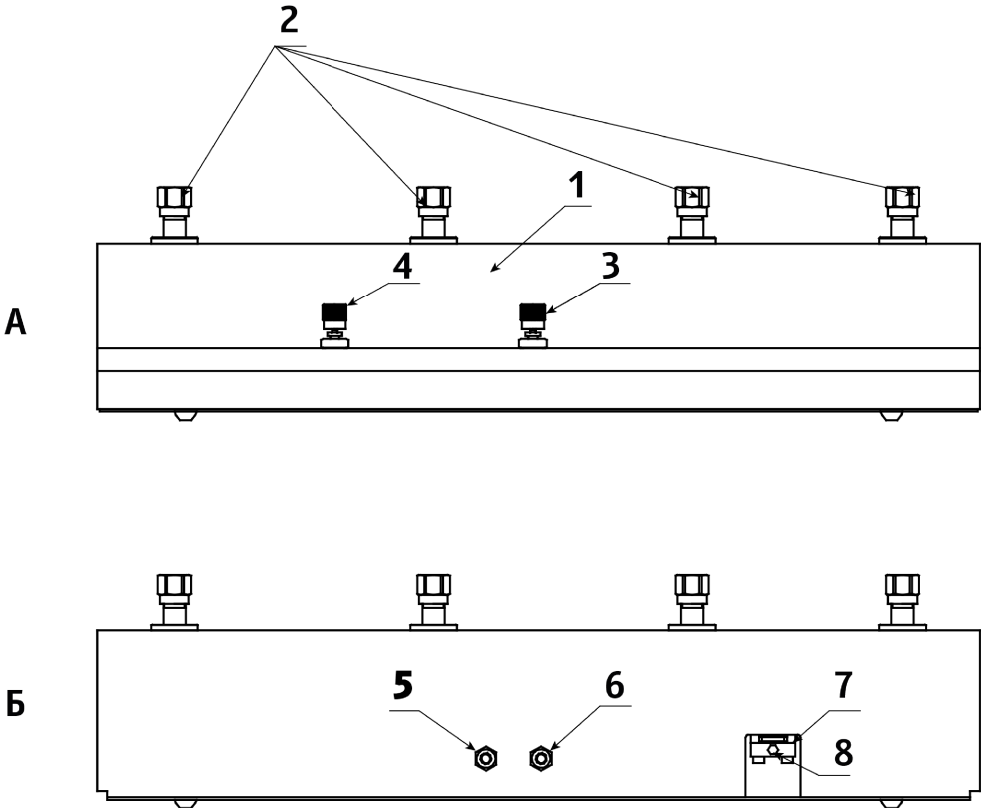

Рис. 2. Панель ПСКА
4.2 Корпус панели ПСКА выполнен из стального листа толщиной 2,5 мм и покрыт порошковой эмалью. Сверху панели ПСКА расположены 4 стойки 2 (рис. 2), 2-я, слева (рекомендуется) для ОСИ, остальные для рабочих СИ. Для повышения и снижения давления служат вентили 3 и 4. С задней стороны расположены быстроразъемные соединения 5 и 6 для подключения источника давления или разряжения. Также на задней стороне расположено окно для обслуживания грязеуловителя 7. Для слива конденсата из грязеуловителя служит винт 8.
5.10 **ЗАПРЕЩАЕТСЯ** наклонять панель ПСКА без предварительной очистки грязеуловителя по п. 8.4, 8.5, так как конденсат находящийся в грязеуловителе может попасть в вентили 3, 4 (рис. 2) ухудшив их характеристики.
8.4 Создать в панели ПСКА давление 5-8 бар и резко, с помощью вентиля 4 (рис.2), сбросить его. При этом большая часть конденсата, образовавшегося в трубках панели ПСКА перейдет в грязеуловитель.